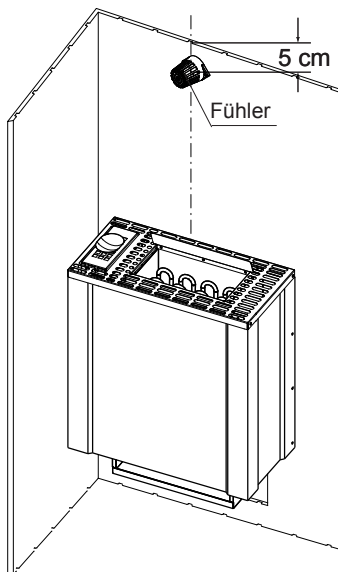

**Abb. 7**
7. Das Saunaheizgerät mit 2 Schrauben durch die am hinteren Ofenrand befindliche Bohrung an der Wand (Abb. 6) oder seitlich, wie in Abb. 7 gezeigt sichern.